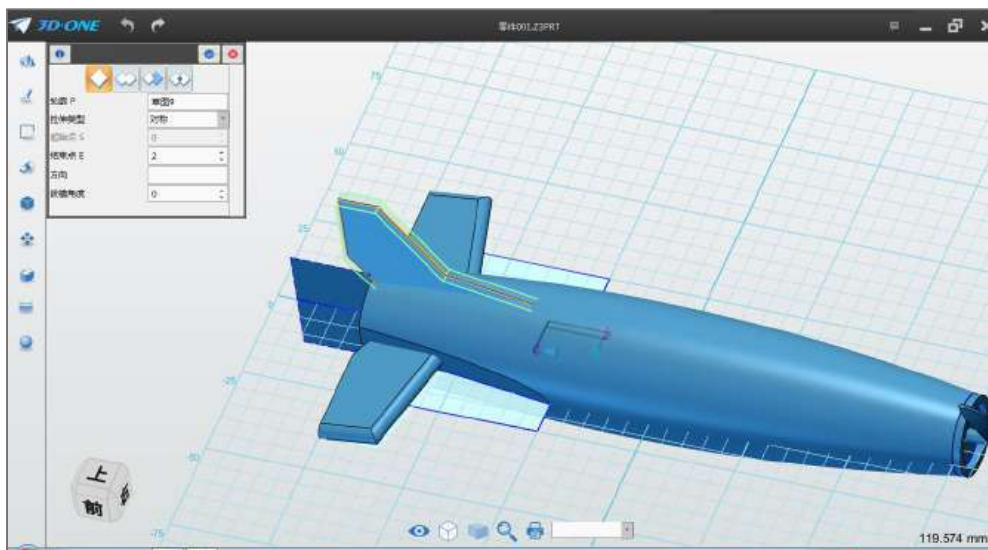

图 3-10
Step 10 完成草图绘制，选择拉伸命令，布尔运算设为基体，拉伸类型选择对称拉伸，结束点设为 2，如下图 3-10 所示：